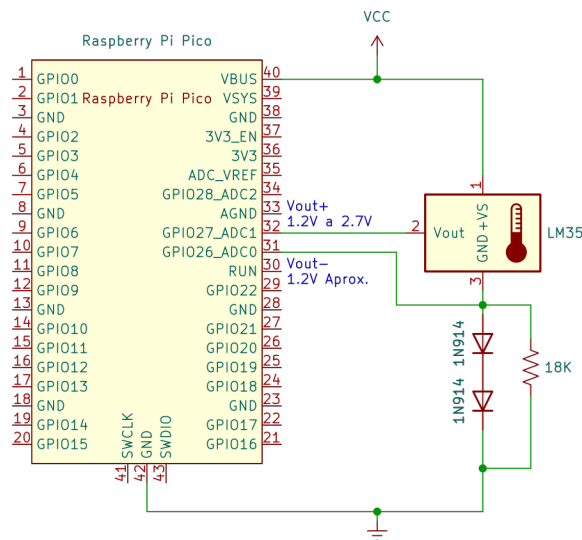

Figura 2: Circuito medidor de temperatura LM35 con el RP2040
1. Alambre el circuito mostrado en la Figura 2.
El proceso de alambrado de esta práctica considera dos circuitos. El primer circuito, mostrado en la Figura 2, permite obtener valores discretos del sensor de temperatura LM35. El segundo circuito (Figura 4) consiste en la interfaz de conexión vía I²C entre el microcontrolador que lee el LM35 y la Raspberry Pi que genera los reportes y grafica los resultados.